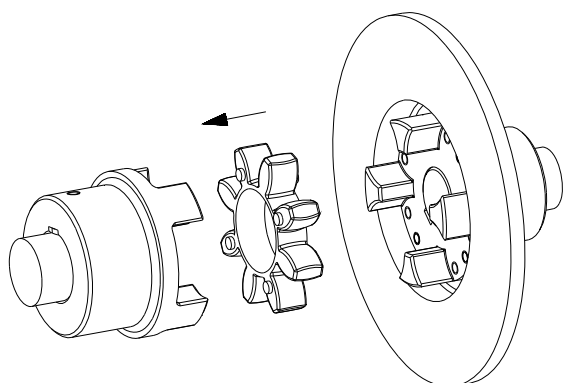

figura 7
- Coloque la estrella dentro de las levas del manguon (ver figura 7).